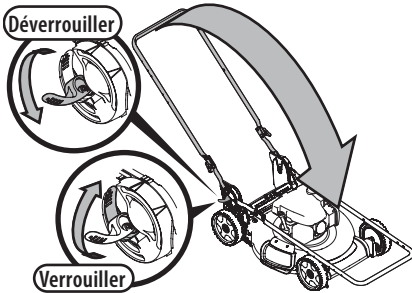

Figure 37
3. Abaissez les deux leviers de réglage pour les déverrouiller (Figure 37).
4. Rabattez le guidon pour ranger la tondeuse (Figure 37). Veillez à ne pas pincer le câble de commande de la lame ou le câble d'entraînement (le cas échéant) lorsque vous abaissez le guidon.
5. Relevez les deux leviers de réglage pour les verrouiller (Figure 37).
2. Pour déplier le guidon, déverrouillez les deux leviers (voir l'encadré de la Figure 37) et suivez les étapes 5 à 8 de la section Guidon rabattable (rangement vertical) à la 56 du chapitre Mise en place.